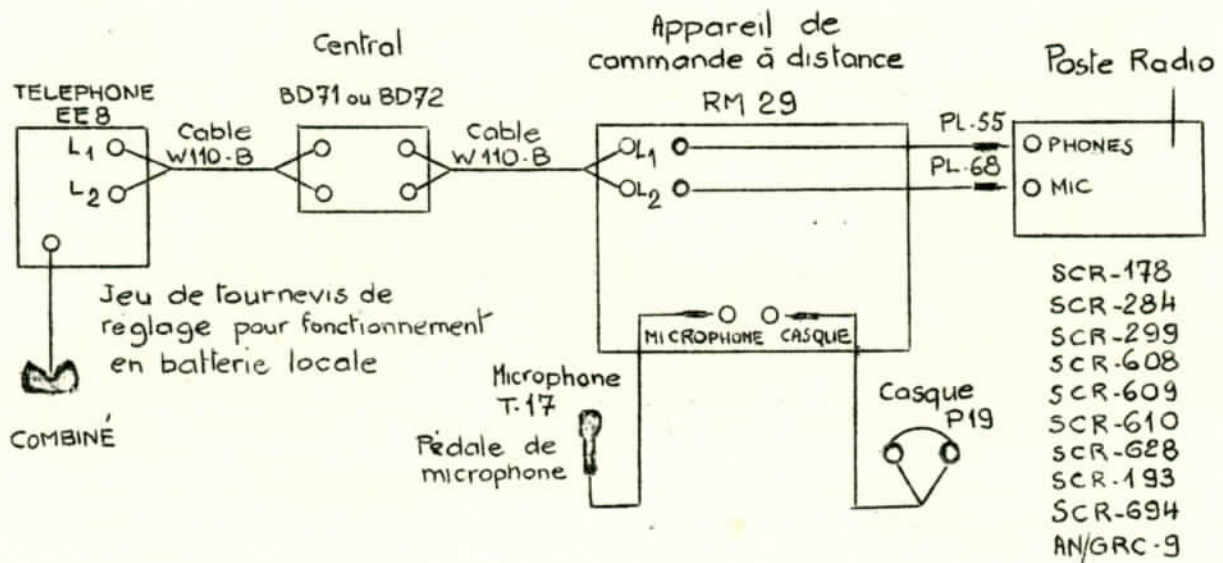

Figure 2 - Schéma de branchement
- c)- MICROPHONE - Introduire la fiche PL-68 du microphone T-17 et la fiche PL-55 du casque P-19 dans les jacks correspondants marqués MICROPHONE et HEADSET sur le panneau avant de l'appareil. Introduire les fiches venant des trous du panneau avant marqués RECEIVER et MICROPHONE dans les jacks correspondants du poste radio. Ces branchements sont représentés figure 2.